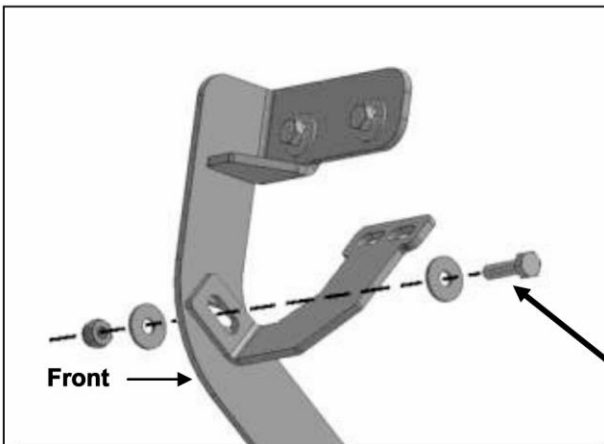
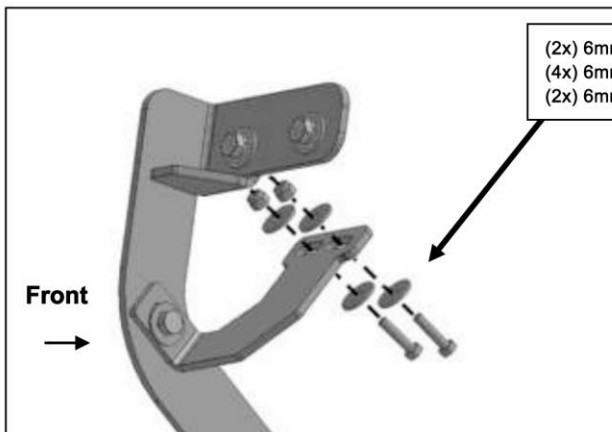

Bild 11
Bild 12
4. Nehmen Sie nun die Stützhalterung für die vordere Halterung der Fahrerseite und befestigen Sie diesen an der nach vorne zeigenden Seite der Halterung. Verwenden Sie hierfür (1x) 8mmx30mm Sechskantschraube, (2x) 8mm U-Scheibe und (1x) 8mm Sicherungs-Mutter **(Bild 11).** Drehen Sie den Stützhalter zur Rückseite der Quetschnaht. Richten Sie den Halter so aus, dass die beiden Löcher mit den Montagepunkten in der Naht übereinstimmen. Befestigen Sie nun die Halterung an der Rückseite der Quetschnaht mit (2x) 6mmx25mm Sechskantschraube, (4x) 6mm U-Scheibe und (2x) 6mm Sicherungs-Mutter **(Bild 12 & 13).** Ziehen Sie die Schrauben nur handfest an! **WICHTIG:** Modelle von 2009 bis 2010 verfügen nicht über die original Befestigungspunkte in der Quetschnaht, daher ist es notwendig die entsprechenden Bohrungen zu setzten. Bohren Sie aber zu diesem Zeitpunkt noch nicht die Löcher! **(Siehe Schritt 8).**
- d. Befestigen Sie jede Stützhalterung an der Quetschnaht mit (2x) 6mm Sechskantschraube, (4x) 6mm U-Scheibe und (2x) 6mm Sicherungsmutter (**Bild 12, 13, 18 -21**). Überprüfen Sie anschließend noch einmal den korrekten Sitz des Schwellerrohres und ziehen Sie danach alle Schrauben fest an.